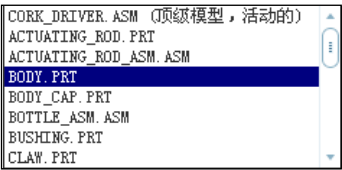

图 5.7.4 选择“活动层对象”
Step2. 系统弹出图 5.7.4 所示的模型列表，从该列表选取 **BODY.PRT** 零件模型。